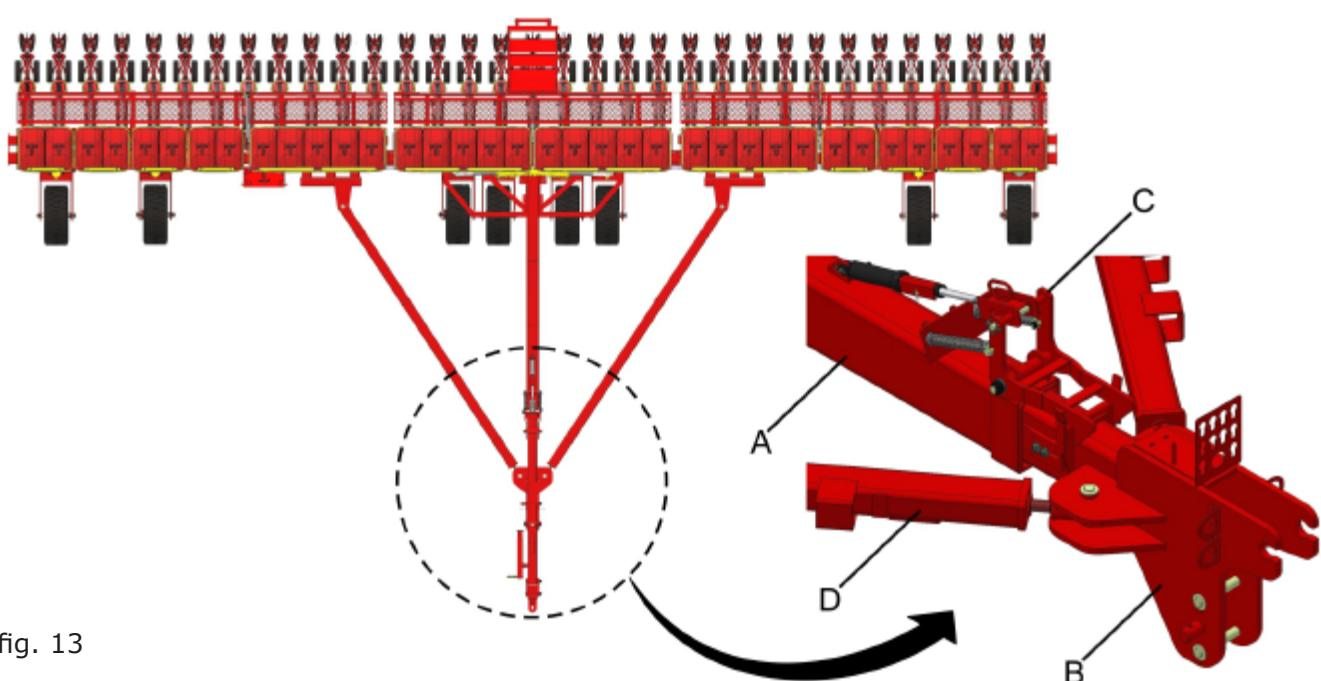

fig. 13
Acione o comando do trator onde está ligado o sistema de transporte, que são as mangueiras hidráulicas identificadas pelos adesivos de cor verde, abrindo totalmente a máquina, tendo muita atenção até o momento em que ocorre o travamento do chassi central (A) (fig. 13), com o cabeçalho (B) através da trava (C).